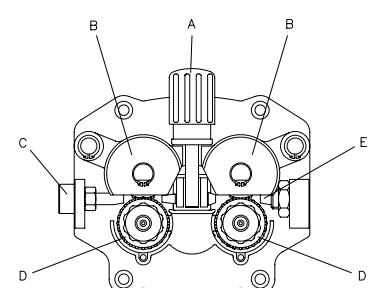

ABB. 5
- Die Seitenwand öffnen. Den Plastikgriff (A) lockern und senken, und den Drahtandrückhebel (B) lösen (Abb.5). Den Draht abschneiden (falls er bereits eingeführt wurde), mit der Zange immer festhalten, damit er sich nicht abrollt, und mit der dafür vorgesehenen Bohrung an der Rolle verbinden. Die Gasdüse abschrauben und die Stromdüse des Brenners abnehmen; mit einer Zange den Draht aus der Ummantelung ziehen.
- Auf eine gerade Oberfläche legen und vorsichtig die Messingmutter (1) entfernen.
- Die Ummantelung (2) herausziehen.
- Die neue Ummantelung einführen und die Messingmutter (1) wieder aufmontieren.